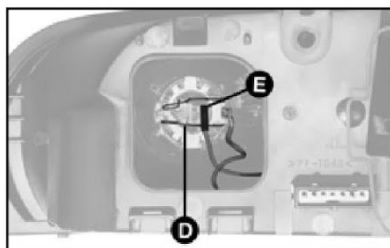

fig. 19
2) soltar o conector **E-fig. 19** de alimentação da lâmpada;
3) retirar o porta-lâmpada pressionando as presilhas **D-fig. 19** abrindo-as lateralmente;